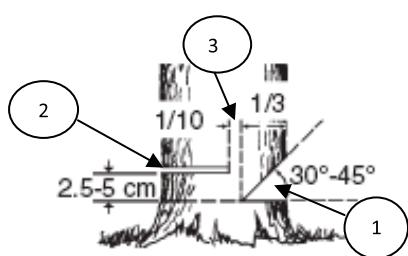

Рис.14
9. Выберите направления падения дерева, для этого следует учсть силу и направление ветра, естественный наклон дерева, равномерность распределения веток в кроне дерева. Начните пилить с той стороны дерева, куда оно должно упасть (Рис.14).